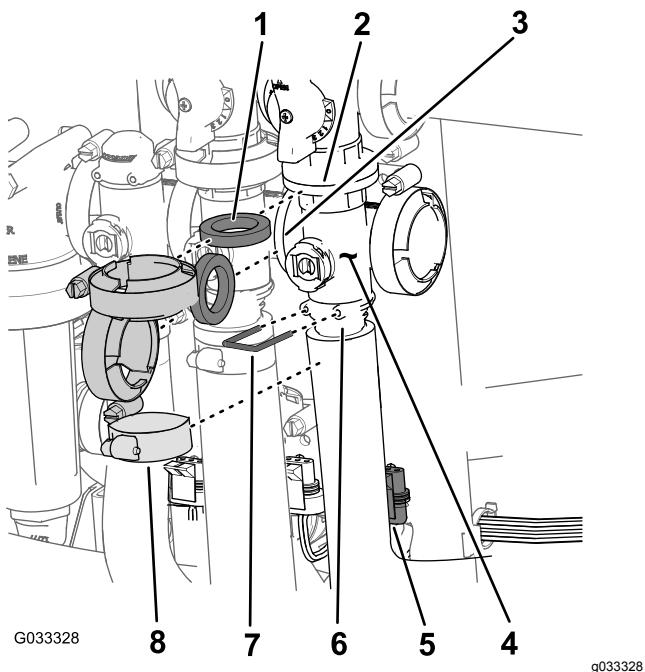

Figure 66
1. Retirez les colliers et les joints qui fixent le collecteur de la vanne maîtresse des rampes (Figure 66) à la vanne de dérivation de la vanne maîtresse, la vanne d'agitation et la vanne du collecteur (au bout du flexible du débitmètre).
2. Retirez l'étrier qui fixe le raccord de sortie au collecteur de la vanne maîtresse (Figure 66).